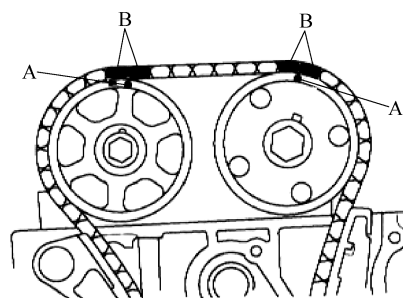

图 2-38 冲孔标记与两色片的中间对准
4) 将冲孔标记 (A) 与两块色片 (B) 的中心对准, 将正时链安装到 VTC 执行器和排气凸轮轴链轮上, 见图 2-38。